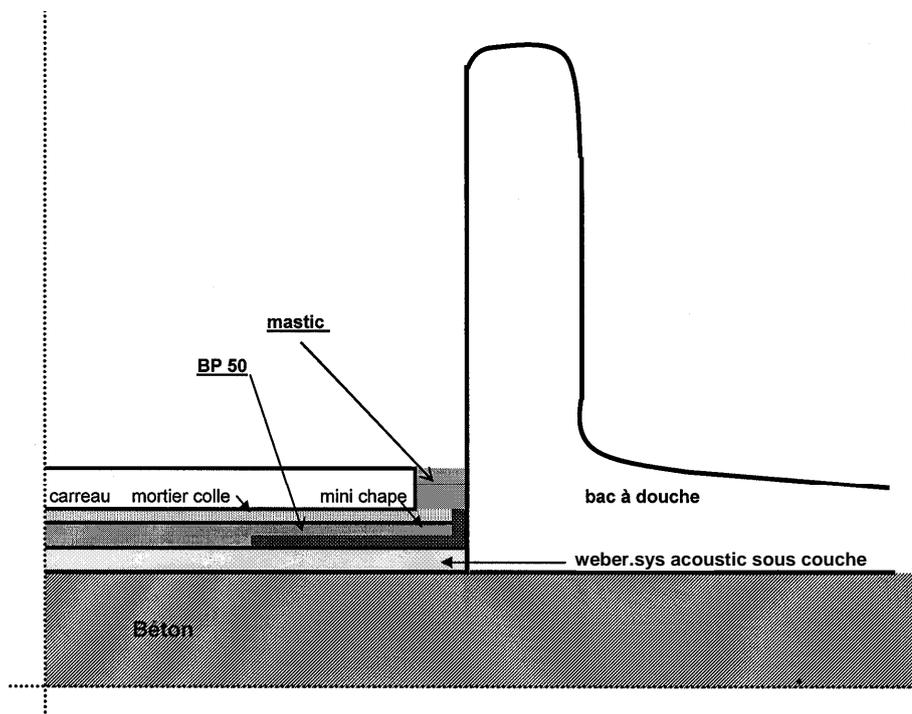

Figure 1 – Configuration avec un bac à douche
- soit fixés au mortier sur le support : un joint mastic label élastomère 1ère catégorie est alors réalisé entre le bac à douche et le carrelage fini (figure 1),
On complète l'ouvrage par un joint mastic élastomère 1ère catégorie (cf. figures 1 et 2) en rives, autour des pieds d'huisserie, des canali-